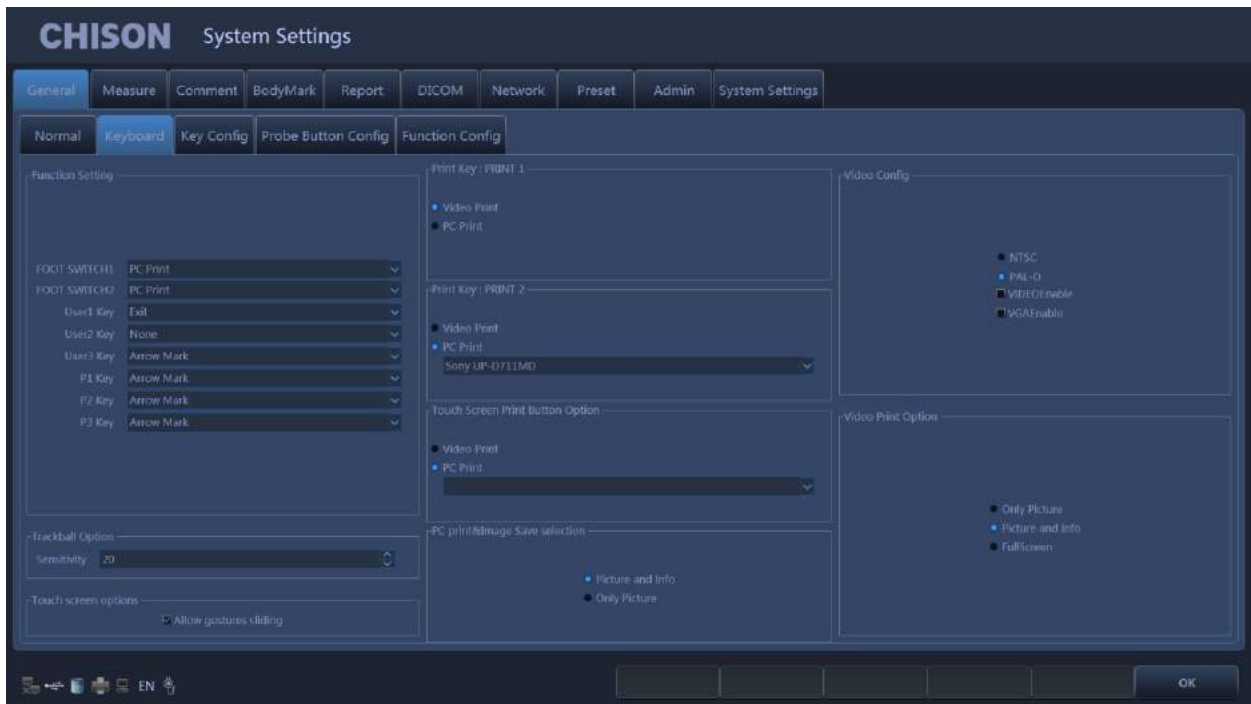

Fig.3-3
- 1) premi il  chiave per accedere all'interfaccia "Impostazioni di sistema", selezionare "Generale", fai clic su "Tastiera". Vedi foto in Fig.3-3.